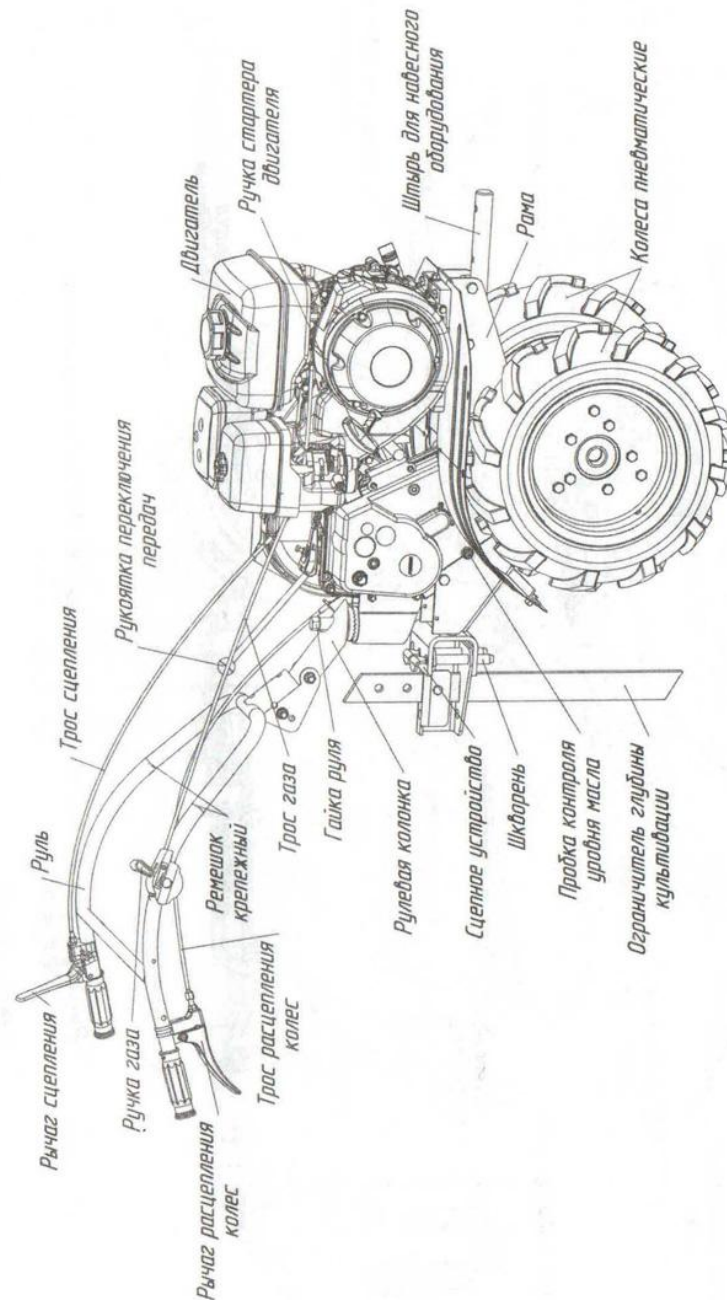

Рис.1. Общий вид мотоблока (вид справа).
МБ23 (рис.1, 2, 3) – это одноосный универсальный силовой агрегат, предназначенный для работы как с устройствами, входящими в штатную комплектацию, так и с различными сменными орудиями, и состоящий из:
**Рукоятка переключения передач** (рис.1, 2, 4) расположена на редукторе и выведена в сторону оператора.
**Ручка газа** (рис.1, 2, 5) – расположена на правой рукоятке руля, предназначена для управления положением дроссельной заслонки двигателя и его остановки.
**Рычаг сцепления** (рис.1, 2, 6) – расположена на левой рукоятке руля, предназначена для включения/выключения сцепления.
**Рычаг расцепления колес** (рис.1, 2, 7) – расположен на правой рукоятке руля, предназначен для отключения привода левого колеса.